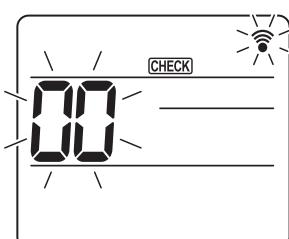
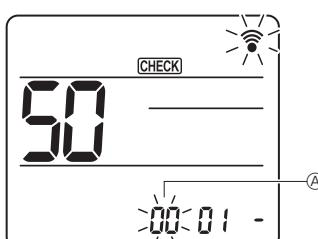
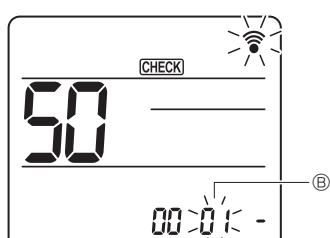
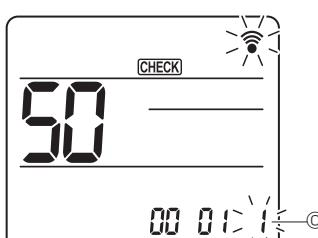

Fig. 7-16
Fig. 7-17
Fig. 7-18
Fig. 7-19
7.4.2. À l'aide de la télécommande sans fil (Fig. 7-16, Fig. 7-17, Fig. 7-18, Fig. 7-19)
① Accès au mode de sélection des fonctions
[CHECK] s'allume et "00" clignote. (Fig. 7-16)
Appuyez sur les touches **Ⓑ** pour régler le numéro d'appareil **Ⓐ**. (Fig. 7-17)
Appuyez sur les touches **Ⓑ** pour régler le numéro de mode **Ⓐ**. (Fig. 7-18)
Utilisez la touche **Ⓑ** pour changer le numéro de réglage **Ⓐ**. (Fig. 7-19)